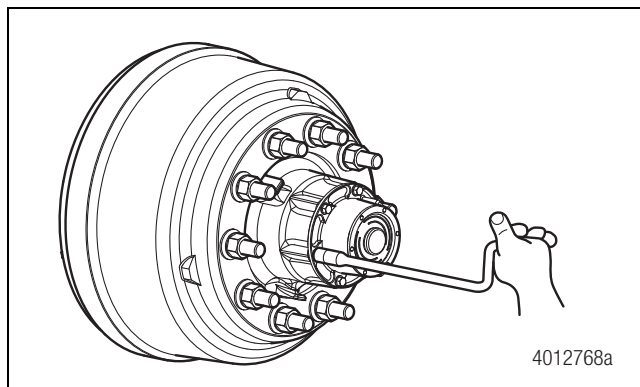

Figura 5.13
9. Instale la tapa de la maza colocando una nueva junta de tapa de maza. Instale los tornillos prisioneros de la tapa de la maza y apriételos a 15-30 lb-pie (20-41 N•m) en forma entrecruzada. Figura 5.13. ⚠